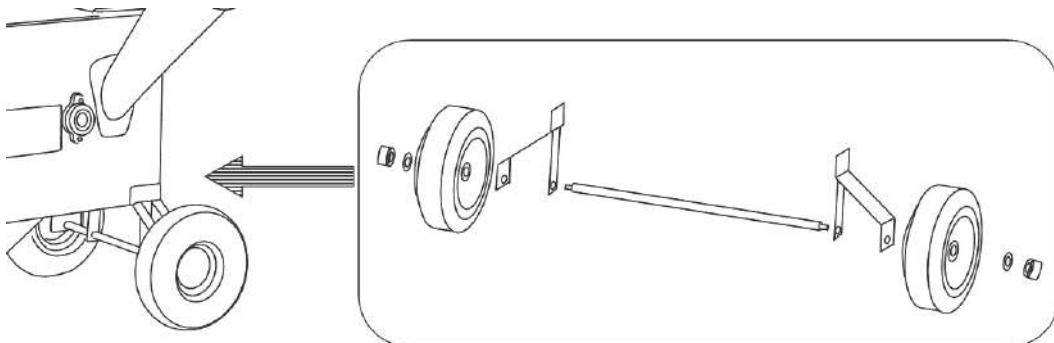

Fig.2
6.1 Mis en place des roues de transport (Fig.2)